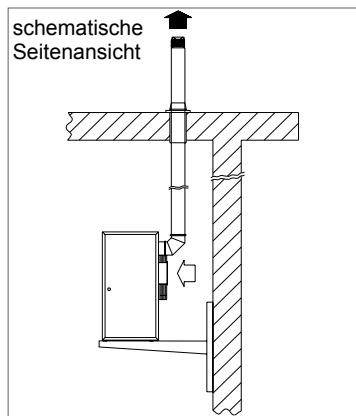

Abb. 6
- b) wenn das Dach gleichzeitig Decke ist, mit einer vertikalen Rohrleitung über das Dach (Abb. 6).